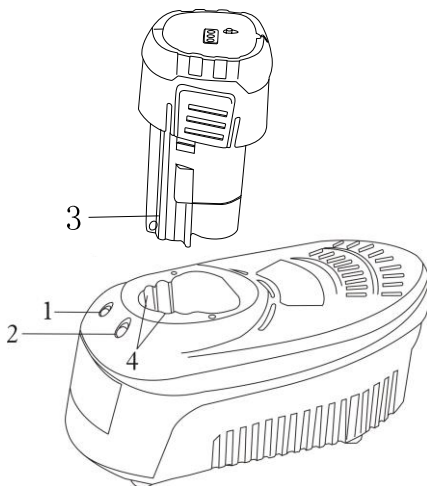

Рис.3
1. Включите зарядное устройство в сеть. Зеленый индикатор (2) загорится. (Рис.3)
2. Вставьте аккумулятор в зарядное устройство. Красный индикатор (1) начнет мигать через 3-5 секунд. Это означает, что аккумулятор начал заряжаться. По истечении 35 минут красный индикатор потухнет и начнет мигать зеленый индикатор (2). Это означает, что аккумулятор почти заряжен. Через 15 минут зеленый индикатор перестанет мигать и загорится. Это означает, что аккумулятор полностью заряжен.